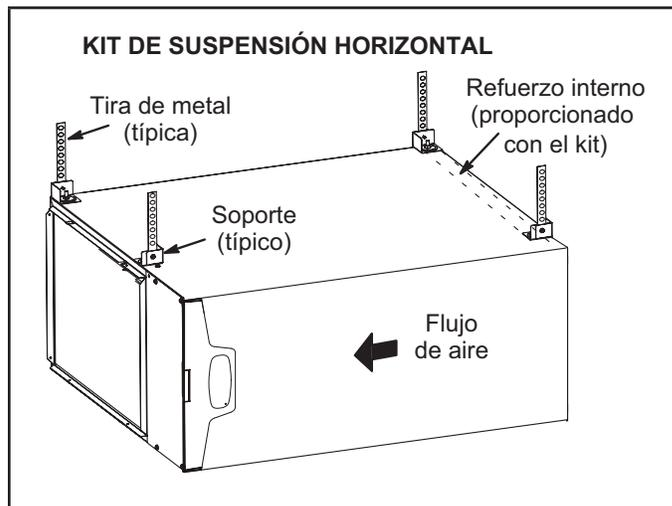

**Figura 17**
Consultar la Figura 17 con respecto a los espaciamientos en aplicaciones horizontales.
- 1 - Seleccione la ubicación de la unidad teniendo en cuenta el espaciamiento de servicio y otros espaciamientos necesarios. Ver Figura 17.